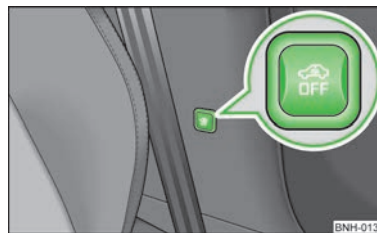

Fig. 13
- Apăsați tasta  » fig. 13 de pe stâlpul central de pe partea șoferului, în tastă se modifică iluminarea simbolului  din roșu în portocaliu.